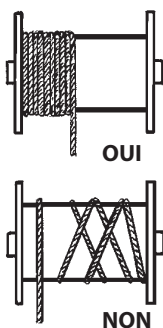

Fig. 3
7. Pendant l'utilisation du treuil, vérifiez constamment le déroulement du câble sur le tambour, tour contre tour, sans desserrage ou chevauchement.. Si ça n'arrive pas, dérouler le câble et rebobiner correctement en tenant le câble toujours en tension, (Fig.3).